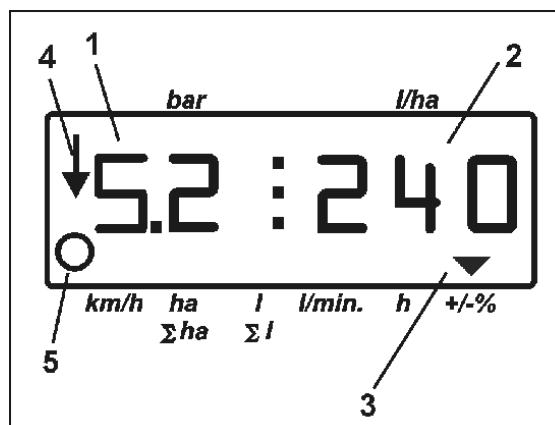

Bild 13
- Under utsprutningen visas arbetsdisplayen. Bild 13/...
- o Spruttryck (1)
- o Aktuell förbrukningsmängd (2)
- o Maskin i arbetsläge (4)